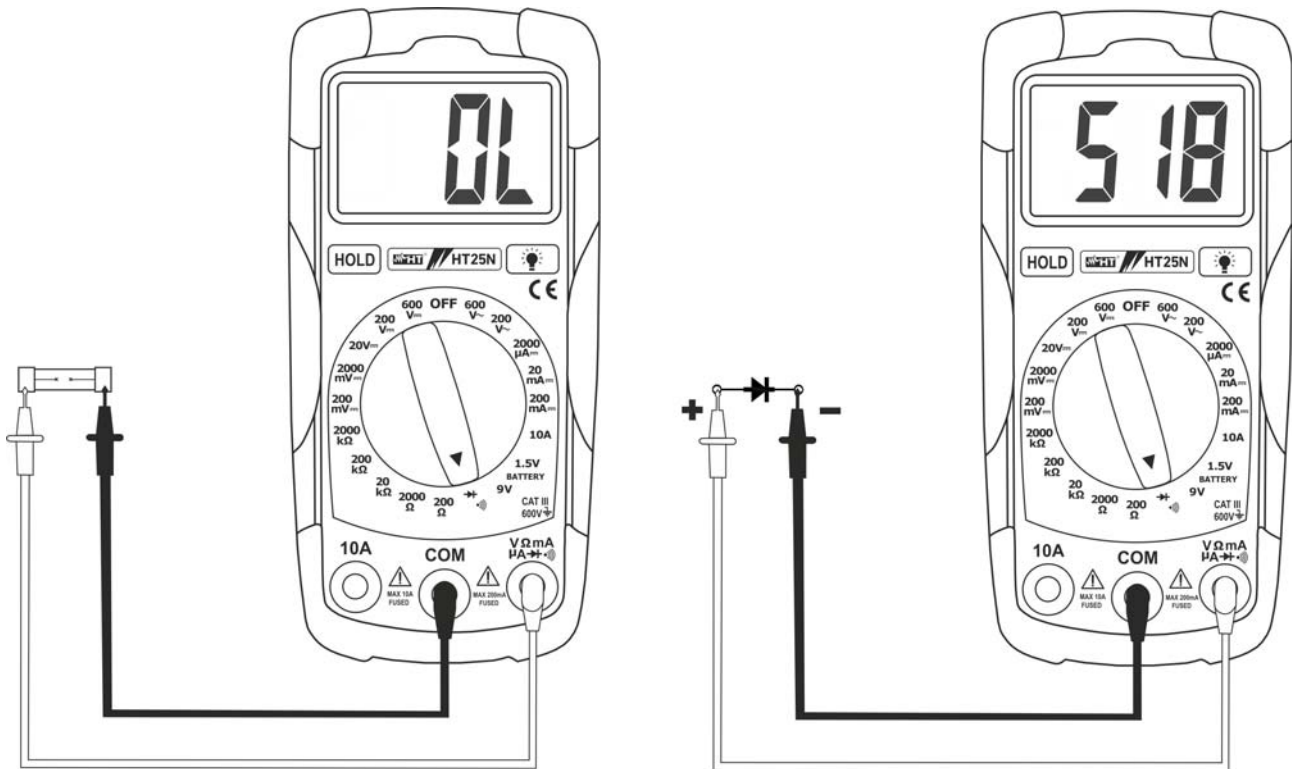

Fig. 6: Uso do instrumento para efetuar o Teste de Continuidade e o Teste de Díodos
3. Colocar as ponteiros nos pontos pretendidos do circuito em exame (ver Fig. 6 – parte esquerda).
5. Colocar as ponteiros nas extremidades do díodo em exame (ver Fig. 6 – parte direita) respeitando as polaridades indicadas.
8. Se o instrumento apresenta a mensagem "OL", os terminais do díodo estão invertidos em relação ao indicado na Fig. 6 ou a união P-N do díodo está danificada.